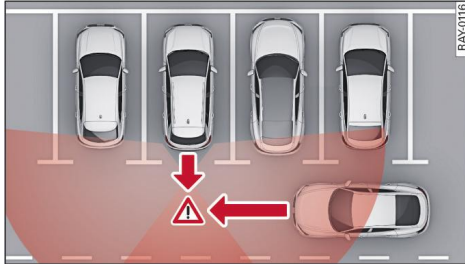

Fig. 143 Zona de detección de los sensores del sistema de asistencia trasero para el tráfico transversal
El sistema de asistencia trasero para el tráfico transversal vigila el entorno trasero y lateral del vehículo con ayuda de los sensores de radar dispuestos en las esquinas traseras del vehículo. El sistema puede detectar objetos en movimiento que se acercan, como p. ej. coches ⇒ fig. 143. Al desaprocar se le ofrece ayuda mediante una indicación en el MMI ① y diferentes avisos.
- La zona de detección de los sensores ⇒ *fig. 143* es una representación gráfica y no supone una representación a escala fidedigna del alcance de los sensores.